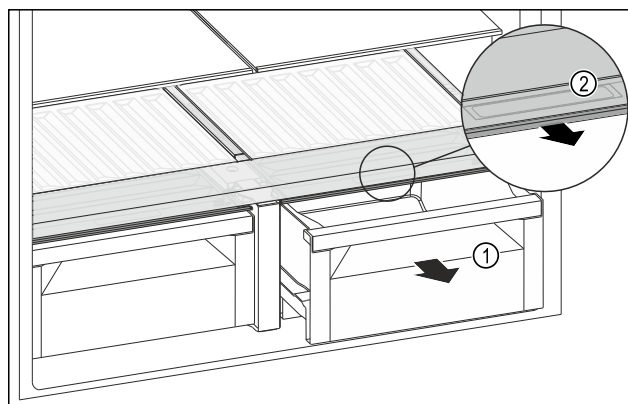

Fig. 127
- Retirer le tiroir Fig. 127 (1).
- Saisir la poignée encastrée Fig. 127 (2) du couvercle du compartiment et tirer le couvercle du compartiment par l'avant.